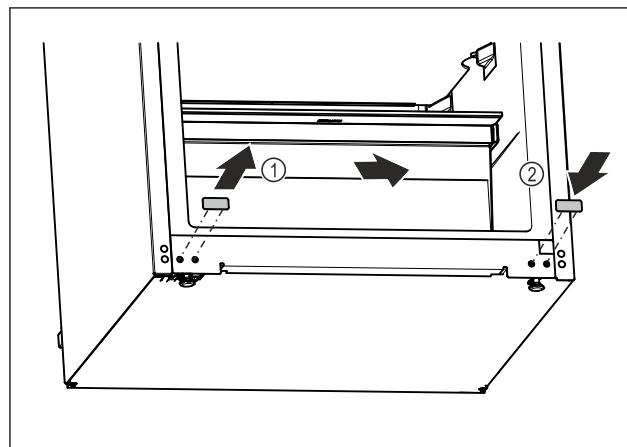

Fig. 16
- Extragăți dopurile de acoperire. Fig. 16 (1)
- Montați dopurile de acoperire pe partea opusă. Fig. 16 (2)